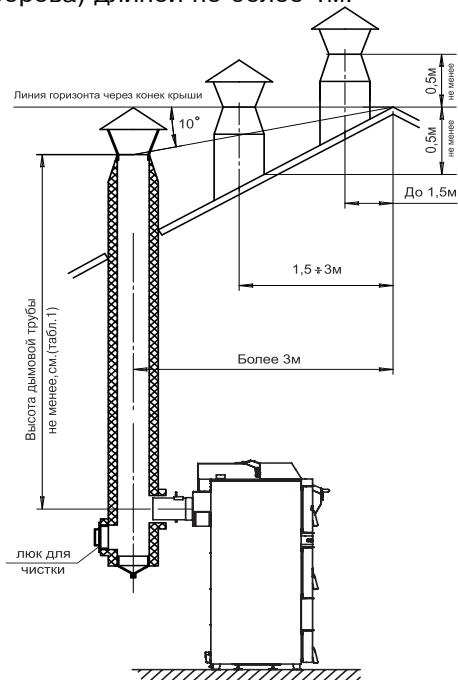

Рис.8 Варианты установки дымовой трубы
6.4. Высоту дымовой трубы над крышей (в зависимости от расстояния ее до конька крыши) выполнить, как показано на рис. 8.